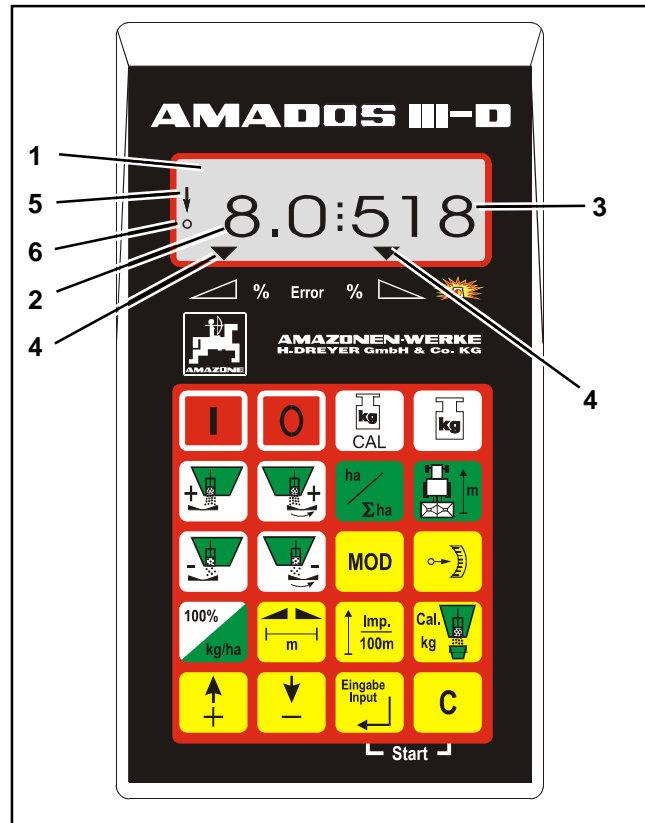

Fig. 1
AMADOS III-D är försedd med en 6-delad display (Fig. 1/1). I arbetsläge indikeras följande i displayen:
- aktuell körhastighet (Fig. 1/2) i [km/h],
- aktuell utmatningsmängd (Fig. 1/3) i [kg/ha] samt,
- funktionskontroller (Fig. 1/4) som t ex att vänster och höger spjäll är öppnade.
I vänster displaykant finns ytterligare 2 symboler. Den lodräta pilen (Fig. 1/5) visas under gödselkalibreringskörningen (endast Profis-spridare). Cirkeln under pilen (Fig. 1/6) ska blinka under körningen som indikation på att hastighetssensorn ger impulser till **AMADOS III-D** instrumentet.